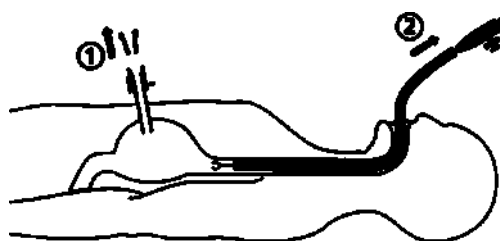

Рис. 11.
- Как только двойная нить покажется в желудке, захватите ее щипцами для биопсии и извлеките интродьюсер из пункционной канюли с предохранительным(воздушным) клапаном по двойной нити, тем самым автоматически закроется предохранительный (воздушный) клапан канюли (Рис. 11).
- Извлеките двойную нить через рот при помощи эндоскопа (Рис. 11).